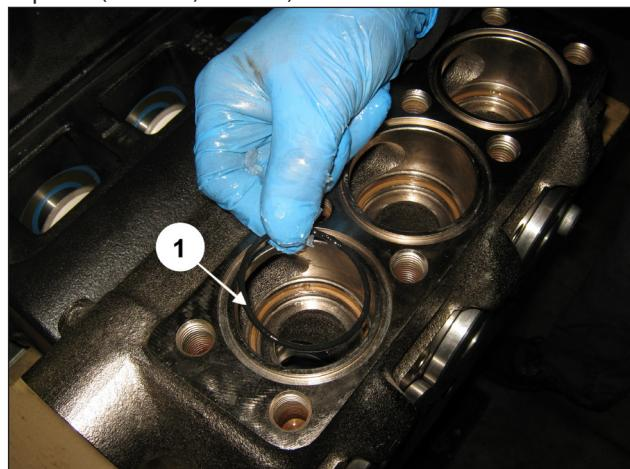

Рис. 143
Вставьте кольцо O-ring, поз. №22 на деталировочном чертеже (поз. ①, Рис. 143).